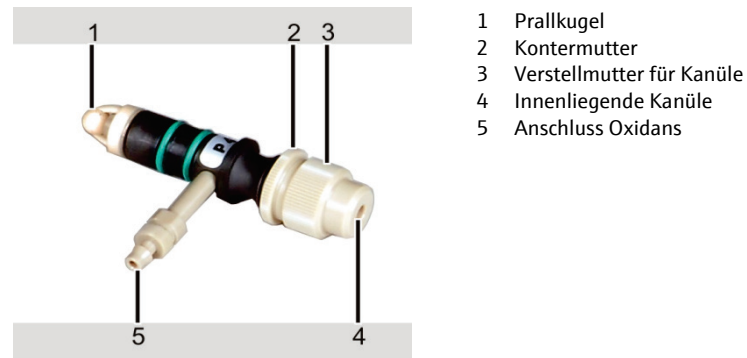

Abb. 62 Einzelteile des Zerstäubers
- Kontermutter (2 in Abb. 62) lösen.
- Kanüle mit Verstellmutter (3 in Abb. 62) in der Tiefe verstellen.
Nach Abschluss des Justiervorgangs Einstellung mit Kontermutter (2 in Abb. 62) sichern.